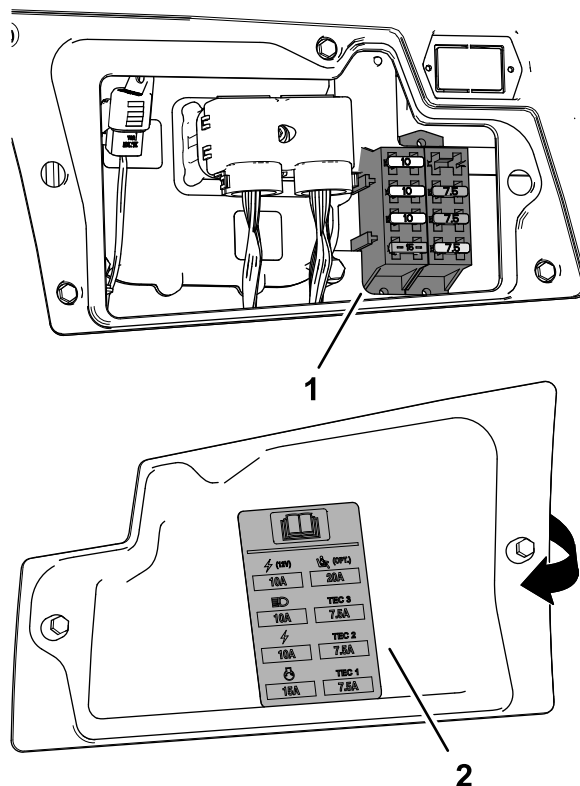

Figura 134
3. Înlocuiți siguranța deschisă (Figura 134) cu același tip de sigurană, având același amperaj.